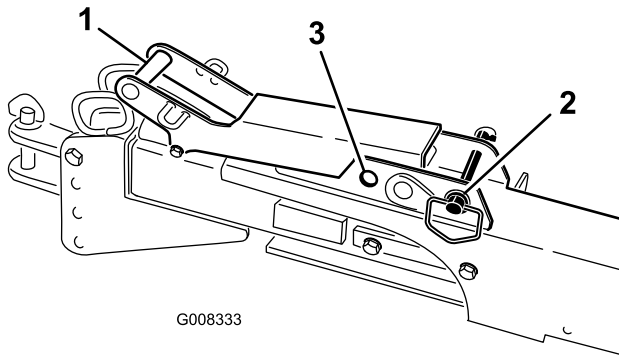

Figura 21
- Asegúrese de que el pasador de la maneta del enganche está en el taladro trasero (desbloqueado) (Figura 21).
Nota: Bloquee el conjunto de enganche en la posición extendida cambiando el pasador de la maneta del enganche a la posición delantera (bloqueada) (Figura 21).